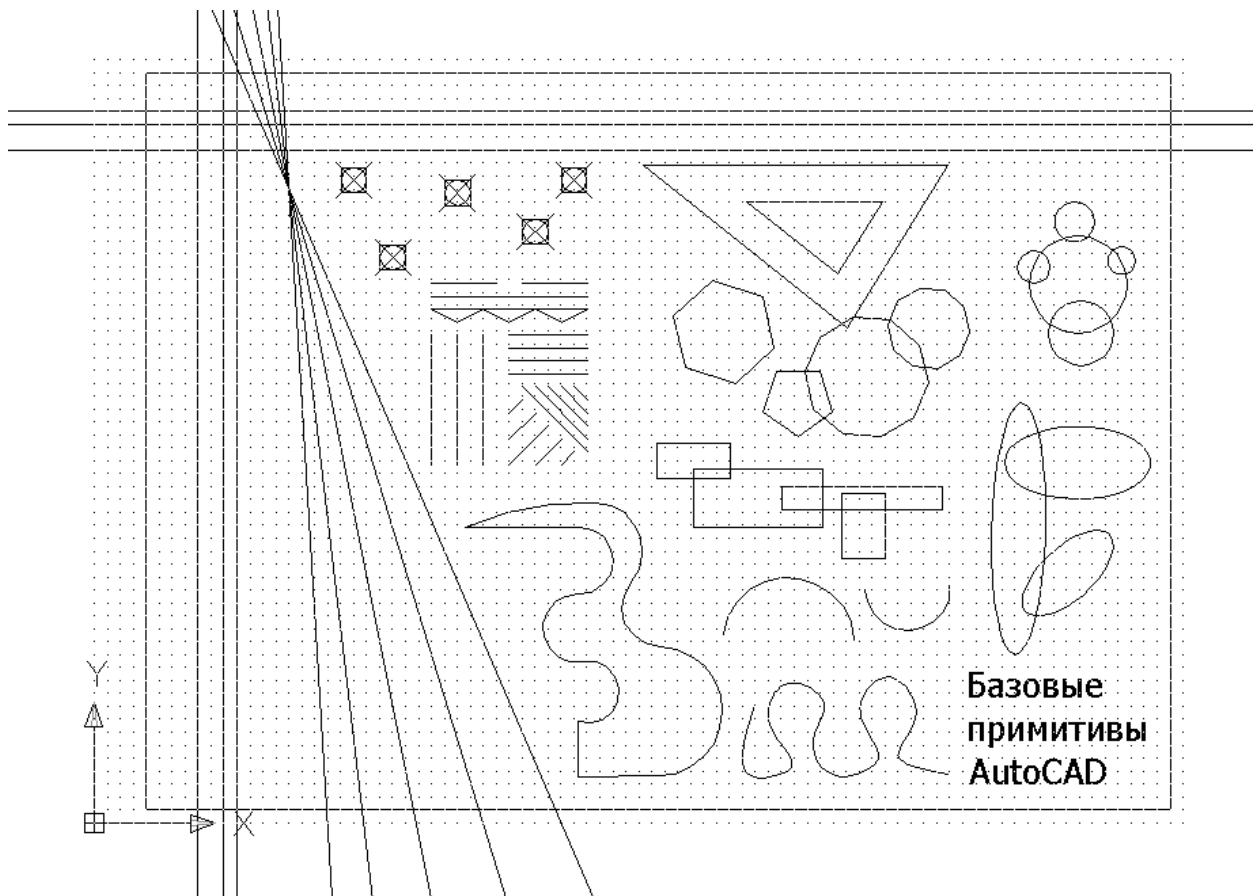

Рис. 18
- Используя только панель инструментов **Draw (Рисование)**, постройте на формате примитивы, как это показано на рис.18. Если у Вас возникли затруднения при построении фигур, обратитесь к таблице 2.